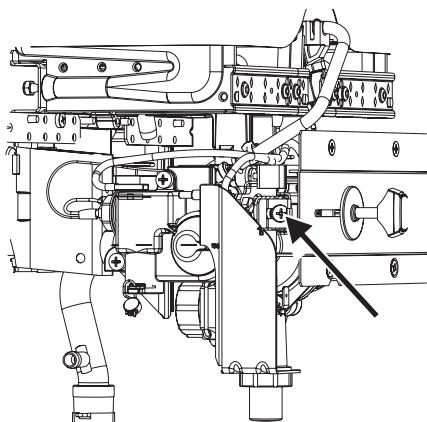

Рис. 13 Винт регулировки мин. расхода газа
- ▶ При помощи регулировочного винта (рис. 13) отрегулировать давление по таблице 6.